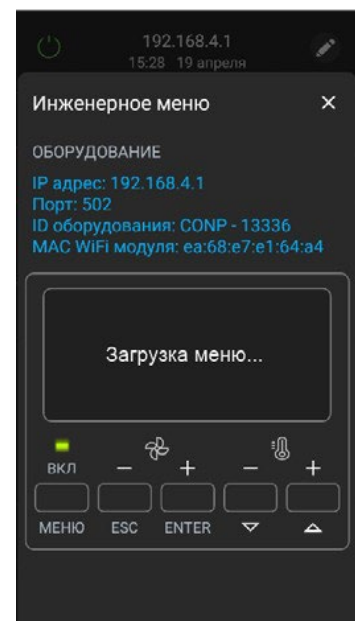

Рис.27
2. Три раза нажмите на кнопку «ENTER» в нижней части экрана – вы перейдете на экран «Загрузка меню» (см. рис.27).